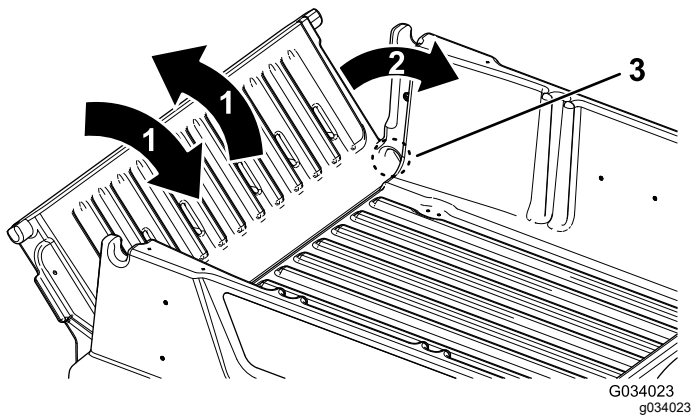

図 18
2. テールゲートを 45° 程度の角度にする 図 18。
3. 蝶番部分を小刻みに前後に振るよう数回往復させる 図 18。